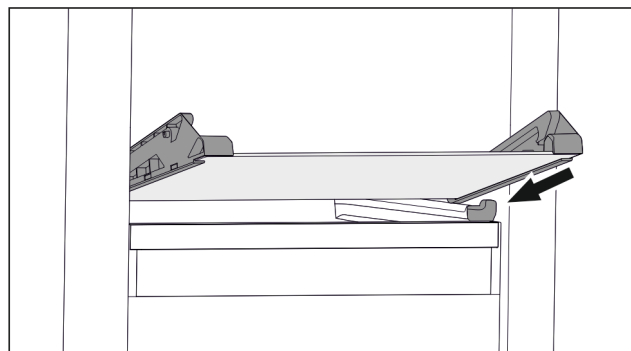

Fig. 62 Tablette en verre du tiroir basculable
- ▶ Placer la tablette en verre, en l'inclinant, derrière les butées. (voir Fig. 62)